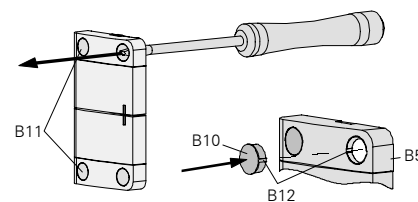

Bild 6: Piktogramme einsetzen/ austauschen
- Mit einem festen Gegenstand (Schraubendreher) von hinten die RUNDEN Piktogrammfenster (B11) herausdrücken (siehe Bild 6)